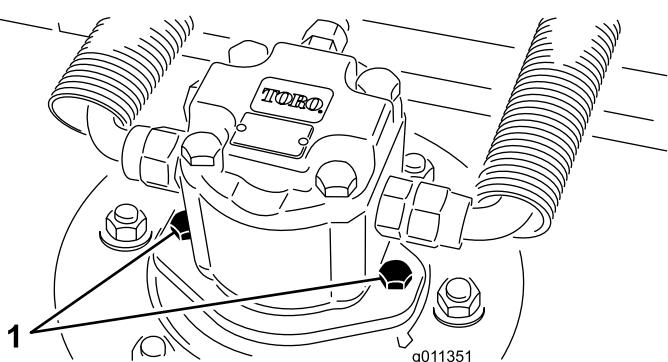

Figura 10
2. Desligue e retire o motor hidráulico da plataforma (Figura 10) Cubra a parte superior do eixo para não o sujar.
4. Instale o motor hidráulico na plataforma (Figura 10). Verifique se o anel de retenção está posicionado correctamente e não está danificado.